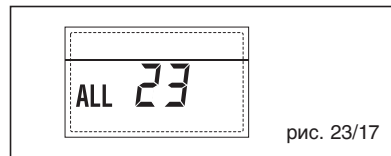

рис. 23/17
**– НЕПОЛАДКА ДАТЧИКА СОЛНЕЧНОГО КОЛЛЕКТОРА (S1) “ТРЕВ 24” (рис. 23/18)**